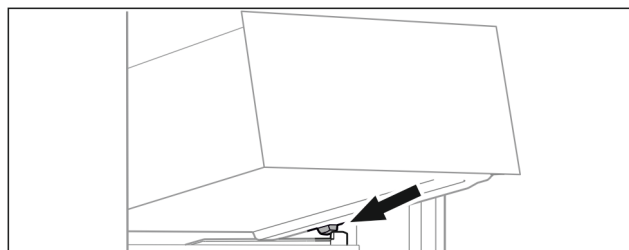

Fig. 99
- Applicare il cassetto inclinandolo dietro i fermi sulla nervatura del contenitore. (vedere Fig. 99)